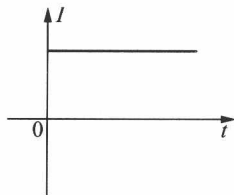

图 1-14 直流电
① 直流:大小和方向都不随时间变化的电流,称为直流电(DC),用“ I ”表示波形,如图1-14所示。